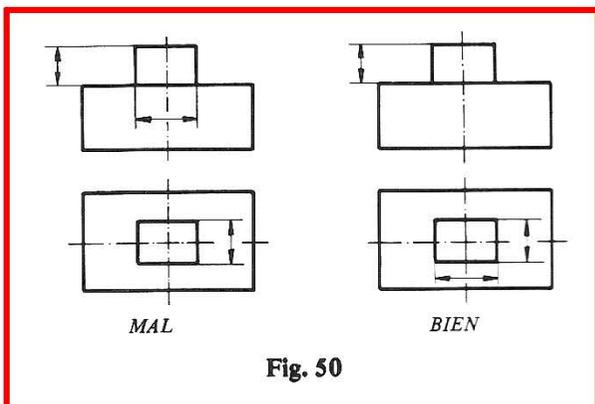

Fig. 50
j) Las cotas que definen un elemento de una pieza se colocan en la misma vista. (Fig. 50.)